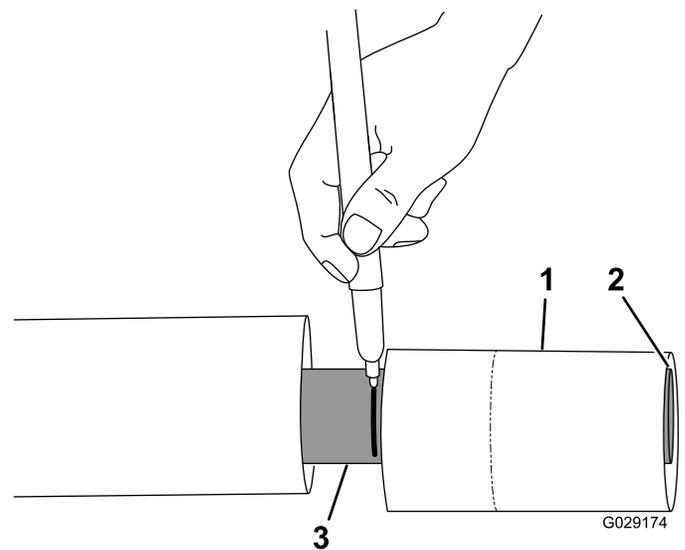

Figure 18
6. En utilisant une section coupée de protection comme gabarit, tracez une ligne de découpe à partir de l'extrémité de chacun des arbres (Figure 18).